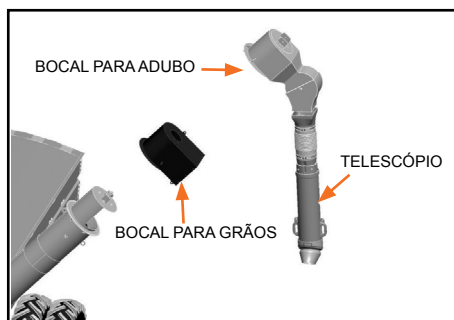

Figura 41
- Quando for trabalhar com adubo, deve-se tomar alguns cuidados, como trocar o bocal de descarga de grãos, pelo bocal de adubo e trocar as engrenagens 13 x 24 (grãos) pelas 10 x 30 (adubo) (Figura 41).